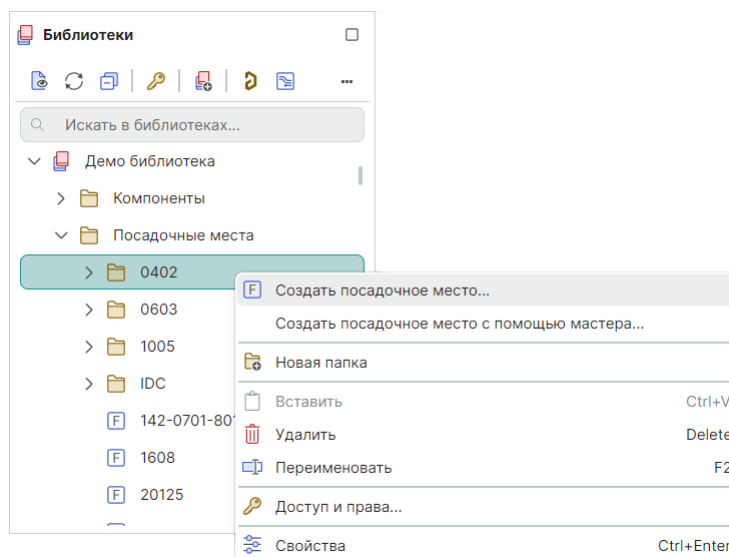

Рис. 75 Вызов контекстного меню для выбранной библиотеки
2.1. Выделите в иерархии библиотеки папку, в которой надо создать посадочное место, и из контекстного меню выберите «Создать посадочное место», см. Рис. 75.